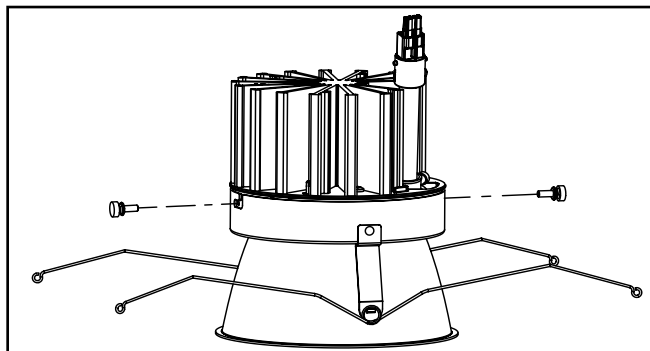

Figure 6.
4. À l'aide des vis à ailettes, attachez solidement la garniture inférieure à la DEL. Alignez la fiche d'alimentation électrique du moteur lumineux à DEL avec le connecteur du boîtier du cylindre et assemblezles (Figure 6.).